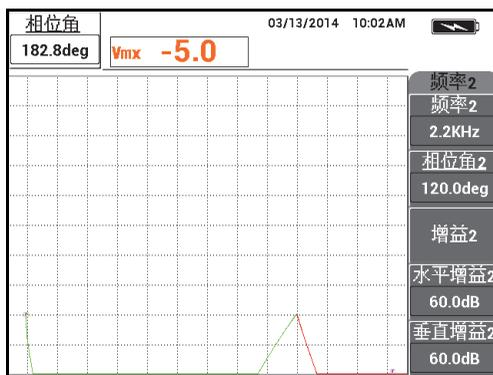

图 5-118 调节相位角的值
5. 在探头处于不动的情况下，按相位角键（），然后调整**相位角**，直到信号尽可能处于水平状态（在垂直方向上的 20% 处）（参见第 197 页的图 5-118）。